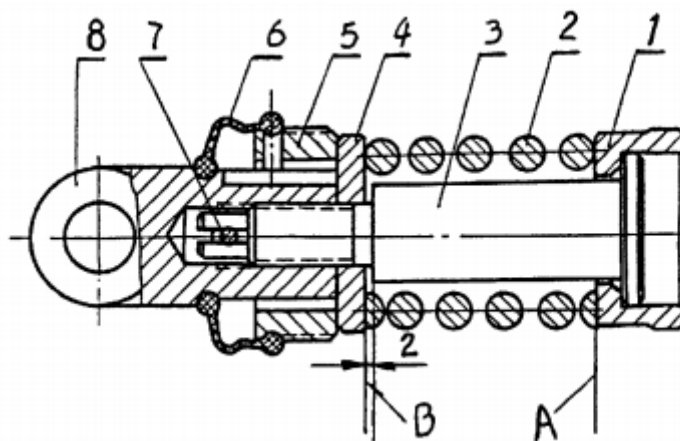

Рисунок 3-14 Сборка пружины регулятора тяги
3.4.1. Регулировка пружины регулятором тяги (Рисунок 3-14)